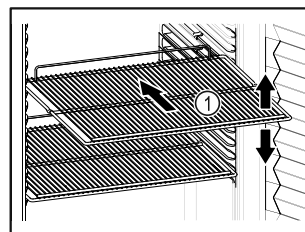

Fig. 48 Voorbeeld
- ☐ Indien de legroosters Fig. 48 (1) verplaatsbaar zijn, deze aan de hoogte aanpassen.